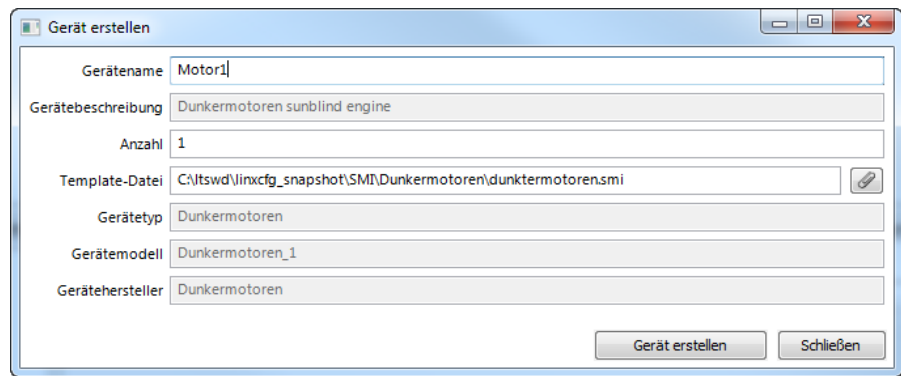

Abbildung 177: Dialog zum Erstellen von SMI-Geräten
3. Im Dialog **Gerät erstellen** geben Sie einen Gerätenamen und die Anzahl der zu erstellenden Geräte ein, wie in Abbildung 177 gezeigt.